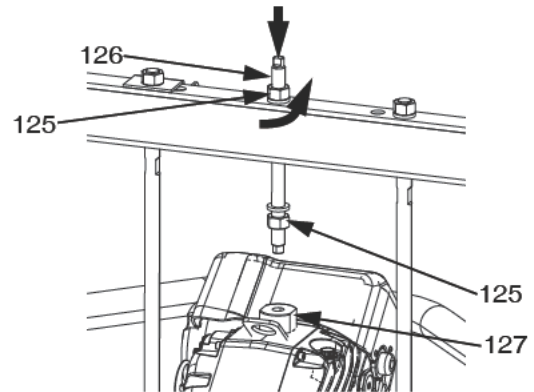

图 28：55 加仑压盘
- a. D200 3 英寸和 D200s 6.5 英寸供料单元：松开横杠下面的螺母 (125)。用一把扳手夹住吊环转换接头 (127) 不动, 并用另一把扳手松开横杠上方的螺杆 (126)。参见图 28。